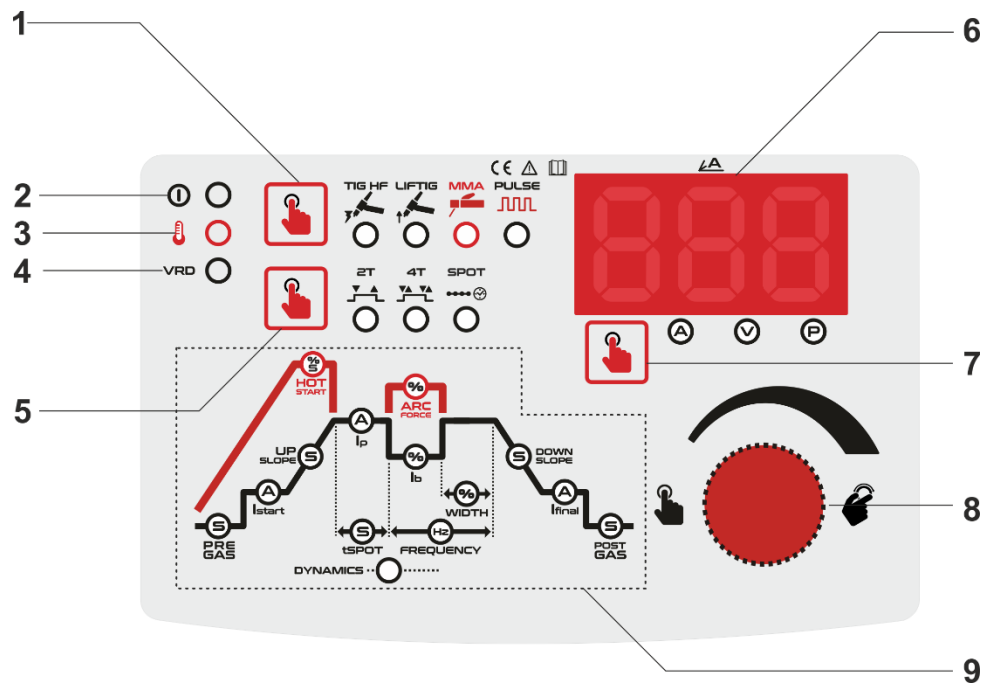

Fig. 2
- Om een lasprogramma op te slaan, past u uw parameters aan en drukt u op de keuze druktoets (Fig.2 - 5) totdat led P gaat branden. Druk vervolgens 2 seconden op de draaiknop voor parameteraanpassing totdat het digitale display P1 toont. Draai vervolgens de draaiknop voor het aanpassen van de parameters naar het gewenste programmanummer. Druk vervolgens op de draaiknop voor het aanpassen van de parameters, het digitale display toont MEM.
- Druk op de keuzedruktoets (Fig.2 - 5) totdat led P gaat branden. Draai vervolgens de draaiknop voor het aanpassen van de parameters naar het gewenste programmanummer. Wacht 2 seconden tot uw programma beschikbaar is.